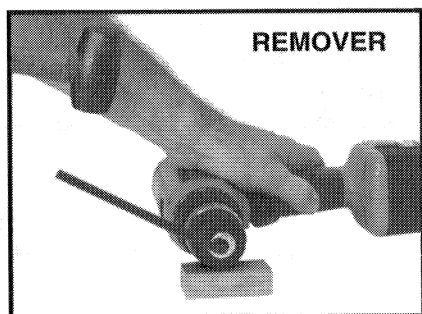

Fig. 9
5. Ponga la parte corta de una llave Allen (hexagonal) (¼" o más grande) dentro del mandril. Alinee los lados llanos con las mordazas y apriete bien el mandril. Con el mandril en una superficie sólida, coloque la llave hexagonal a la izquierda (vea Fig. 9) y golpéela con un martillo para aflojar el mandril. Para quitar el mandril, gírelo en el sentido contrario a las manecillas del reloj.